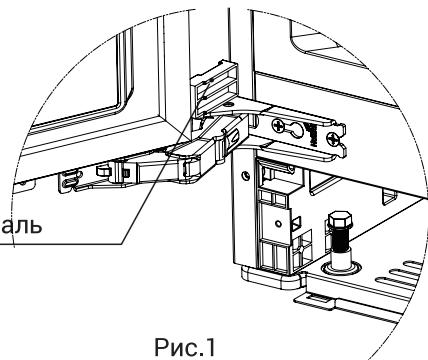

Рис.1
1. Откройте дверцы холодильника и вставьте ограничительные направляющие в отверстия под верхними петлями двери и в отверстия над нижними петлями, аналогично тому, как показано на рисунке (рис. 1.)